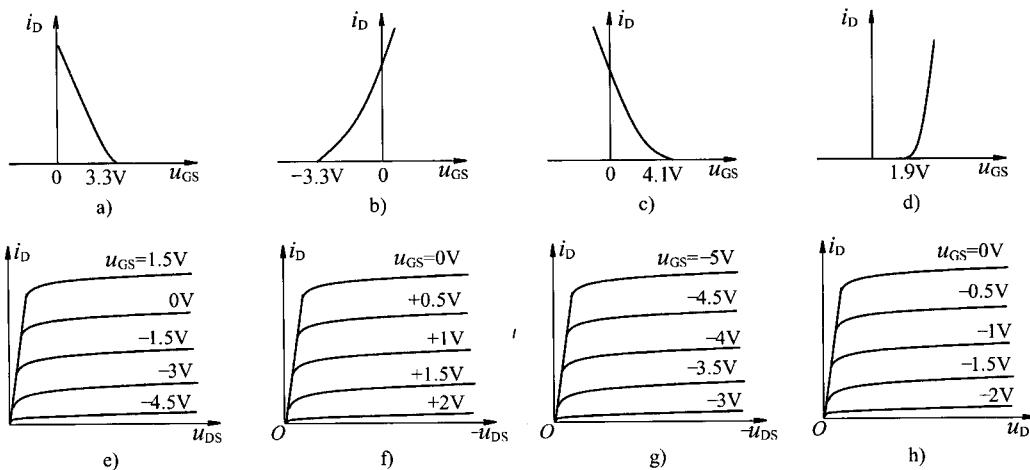

图 1-6 例 1-7 场效应管特性曲线
【例 1-7】 已知场效应管的转移特性和输出特性 (i_D 方向为实际方向) 如图 1-6 所示，试判断场效应管的类型，并指出其 $U_{GS(off)}$ 或 $U_{GS(th)}$ 。
③从场效应管特性曲线上寻找 $U_{GS(off)}$ 、 $U_{GS(th)}$ ：夹断电压 $U_{GS(off)}$ 和开启电压 $U_{GS(th)}$ 的定义是使 i_D 趋于 0（例如 $i_D = 10\mu A$ ）所加的 u_{GS} 即为 $U_{GS(off)}$ （结型、耗尽型 MOS 适用）和 $U_{GS(th)}$ （增强型 MOS 适用）。图 1-6 中，虽未标出 $U_{GS(off)}$ 或 $U_{GS(th)}$ 的数值，但转移特性曲线与横轴的交点（实际未交，是无限趋近）即 $U_{GS(off)}$ 或 $U_{GS(th)}$ ；输出特性曲线最下面一条曲线对应的 u_{GS} 值即为 $U_{GS(off)}$ 或 $U_{GS(th)}$ 。